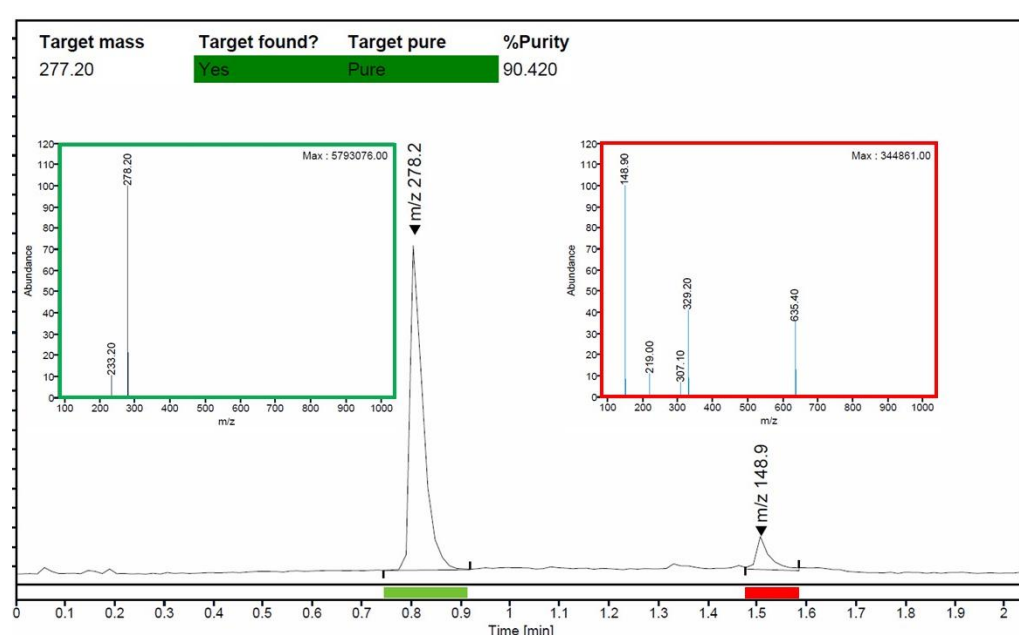

図 8. LC/MSD iQ によるアミトリプチリンの自動サンプル純度分析とレポート作成。分析前にアミトリプチリンのターゲットマス (277.20) を入力すると、このレポートが自動的に作成されます。
- シングル処理メソッドでは、データが自動的に処理され、分析終了後ただちにレポートが作成されます (図 8 を参照)。